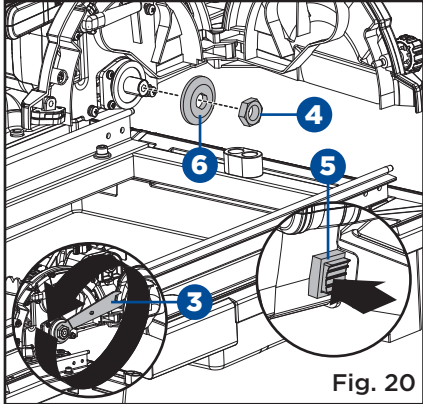

Fig. 20
- Au moyen de la clé d'écrou à disque fournie (3), desserrez l'écrou de disque (4) tout en appuyant sur le verrou de disque (5) (situé à l'intérieur de l'assemblage de la tête du moteur). (Fig. 20)
- Retirez l'écrou à disque (4) et la rondelle extérieure (6) en laissant la rondelle interne dans le disque. (Fig. 20)